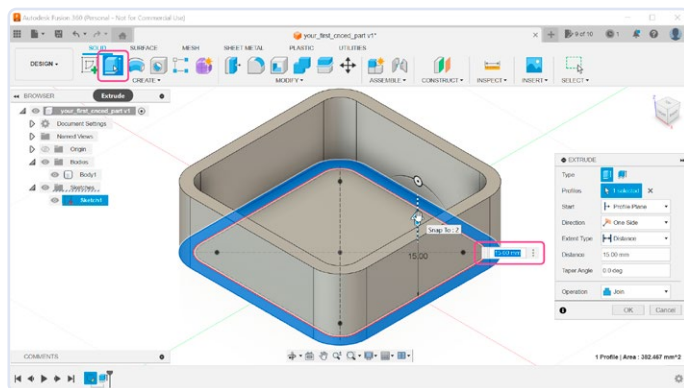

Figure 8. Définition de la hauteur du boîtier.
- Nous voulons extruder les parois mais elles ont soudainement disparu. Pas de souci ; seul le sketch est caché. Dans le coin supérieur gauche du navigateur (figure 8), ouvrez le groupe **Sketches** et rendez visible le **Sketch1**. Maintenant, vous pouvez sélectionner l'outil **Extrude** dans la barre d'outils et cliquer dans le rectangle arrondi. Entrez la distance de 15 mm, qui sera la hauteur de notre boîtier.